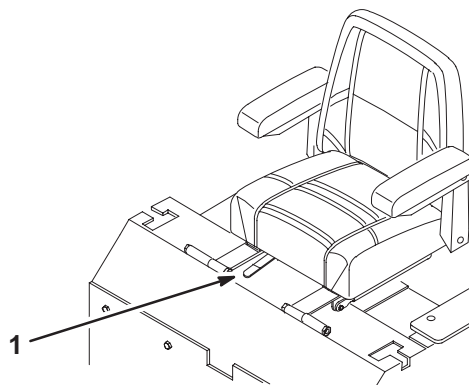

Figure 25
1. Poussez le levier de réglage sur le côté pour débloquer le siège (Fig. 25).